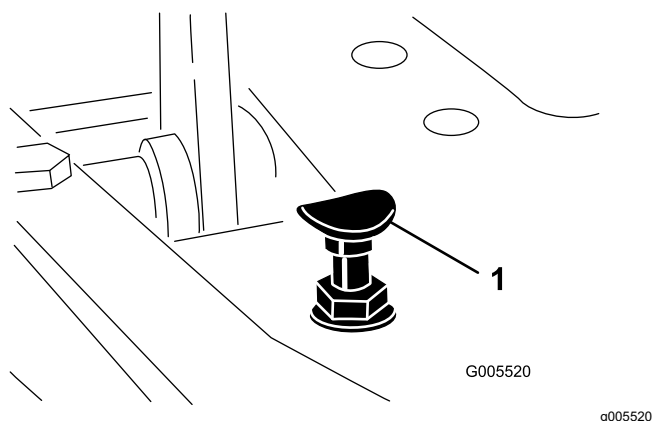

Figure 43
Pour obtenir la vitesse de transport maximale, placez le sélecteur de fonction en position de TRANSPORT et appuyez sur la pédale de déplacement. Si la pédale touche la butée (Figure 43) avant que la tension soit ressentie sur le câble, procédez comme suit :
1. Placez le sélecteur de fonction à la position de TRANSPORT et desserrez le contre-écrou de fixation de la butée de pédale au plancher (Figure 43).